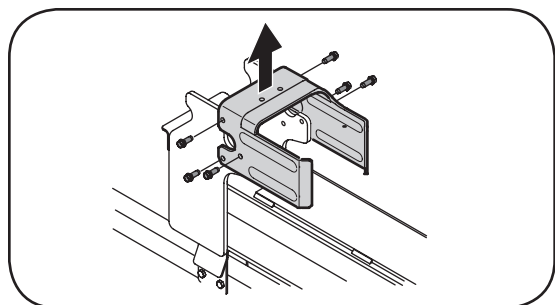

Figura 3-4
- Desconecte el liberador del soporte soldado de vigueta retirando los seis tornillos hexagonales. Vea la Figura 3-4.